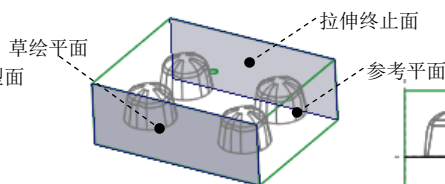

图 22.21 定义草绘平面
(1) 单击 **分型面** 功能选项卡 **形状** 区域中的  **拉伸** 按钮，此时系统弹出“拉伸”操控板。
(2) 定义草绘截面放置属性。右击，从弹出的菜单中选择 **定义内部草绘...** 命令；在系统  **选择一个平面或曲面以定义草绘平面。** 的提示下，选择图 22.21 所示的表面为草绘平面，接受默认的箭头方向为草绘视图方向，然后选取图 22.21 所示的表面为参考平面，方向为 **右**，单击 **草绘** 按钮，系统至此进入截面草绘环境。
(4) 设置深度选项。
① 在操控板中选取深度类型（到选定的）。
② 将模型调整到图 22.21 所示的视图方向，然后选取图 22.21 所示的表面为拉伸终止面。
③ 在“拉伸”操控板中单击按钮，完成特征的创建。